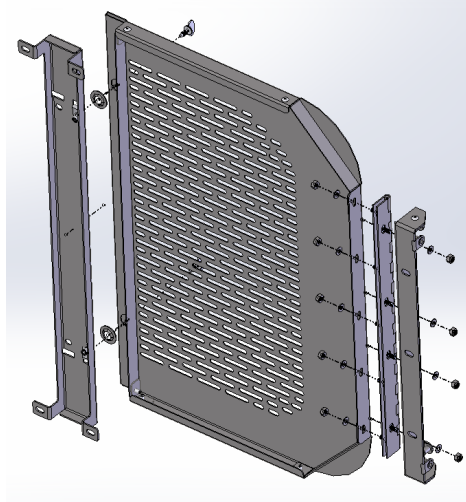

**Figure 10 : Vue éclatée du couvercle du support**
27. Installez un couvercle de support sur chaque support extérieur à l'aide de vis à tête bombée 10-32. La bride avec le plus petit rayon sur chaque coin doit aller sur le côté du support extérieur. (Figure 10)